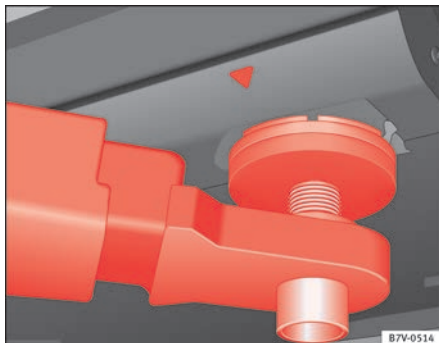
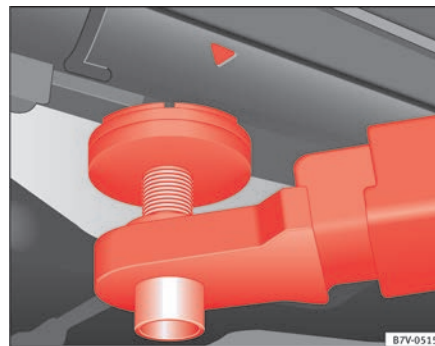

Fig. 160 Pontos de apoio dianteiros para elevar o veículo com a plataforma elevatória ou com o macaco.
Fig. 161 Pontos de apoio traseiros para elevar o veículo com a plataforma elevatória ou com o macaco.
Para levantar o veículo deverá utilizar exclusivamente os pontos indicados nas figuras ⇒ Fig. 160 e ⇒ Fig. 161. Caso não se eleve o veículo pelos pontos indicados, este poderá sofrer danos ⇒ ⚠ e poderão ocorrer lesões graves ⇒ ⚠.
- Elevar o veículo utilizando exclusivamente os pontos indicados nas figuras ⇒ Fig. 160 e ⇒ Fig. 161. Se não se elevar o veículo pelos pontos indicados, este poderá cair da plataforma elevatória ao ser desmontado, por exemplo, o motor ou a caixa de velocidades.